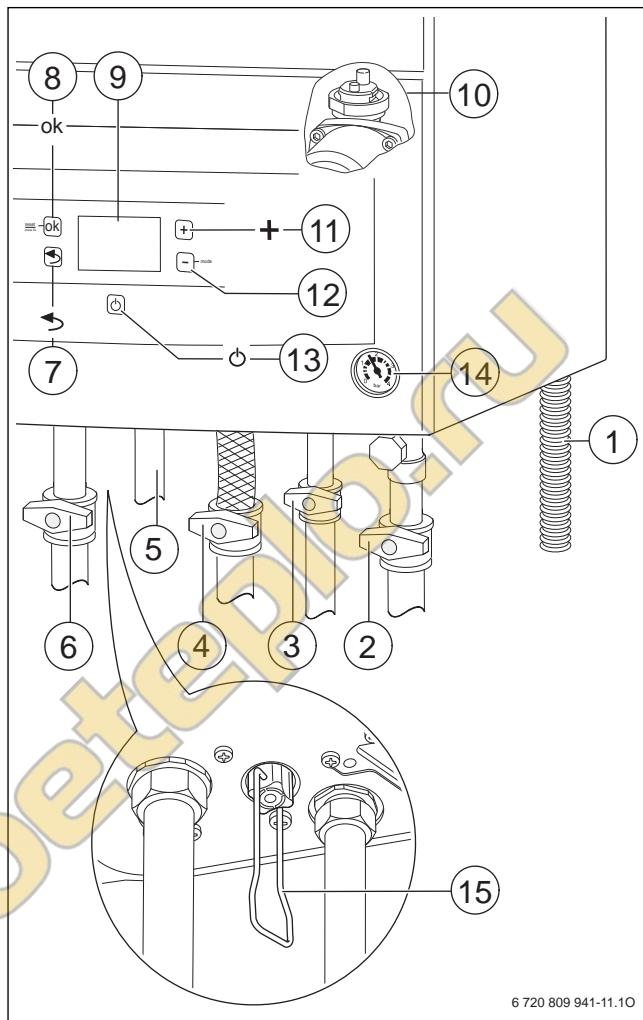

Рис. 26
- Откройте автоматический воздушный клапан (оставьте открытым) (→ рис. 26, [10], стр. 19).
- Откройте кран холодной воды (→ рис. 26, [3]).
- Откройте краны подающей и обратной линий отопления (→ рис. 26, [6] и [2], стр. 19).
- Откройте газовый кран (→ рис. 26, [4]).